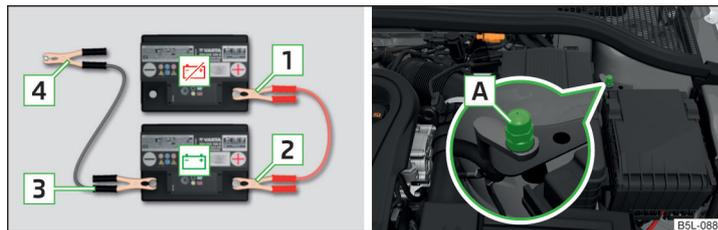

Fig. 178 Ayuda de arranque: - batería descargada, - batería que suministra corriente / punto de masa del motor en el sistema START-STOP
- En vehículos **con** el sistema START-STOP, fijar el brone **4** en el punto de masa del motor **A** » fig. 178.